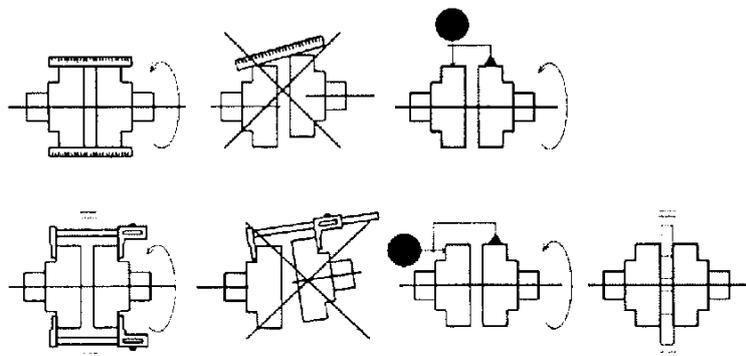

Рисунок 7. Центрирование валов насоса и мотора
- Центрирование валов мотора и насоса при монтаже является обязательным условием для бесперебойной работы агрегата. Плохая центровка приведет к появлению повышенных вибраций, шума, перегреву (разрушению) подшипников мотора, износу (поломке) муфты и в целом к выходу из строя агрегата. Отсюда следует, что необходимо правильно провести центрирование валов насоса и мотора и периодически осуществлять её контроль. Упругая муфта не предназначена для корректировки неправильно отцентрированных валов насоса и мотора. Центрирование необходимо для того, чтобы вал насоса и мотора находились на одной оси (см. рисунок 7).